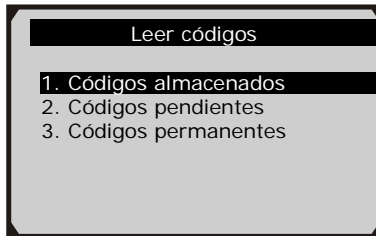

Figura 6.4
- 2) Use el botón de desplazamiento hacia **ARRIBA/ABAJO** para seleccionar la opción **Códigos almacenados**, **Códigos pendientes** o **Códigos permanentes** en el menú **Leer códigos** y presione el botón **OK**. (Figura 6.4)